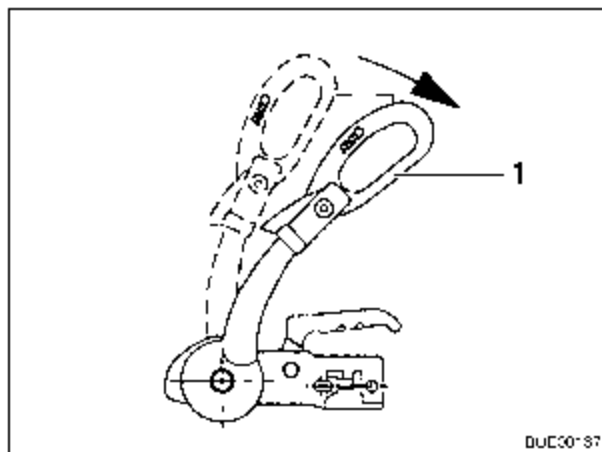

Fig. 151 Poignée de stabilisation
- Ouvrir la poignée de stabilisation (Fig. 151,1).